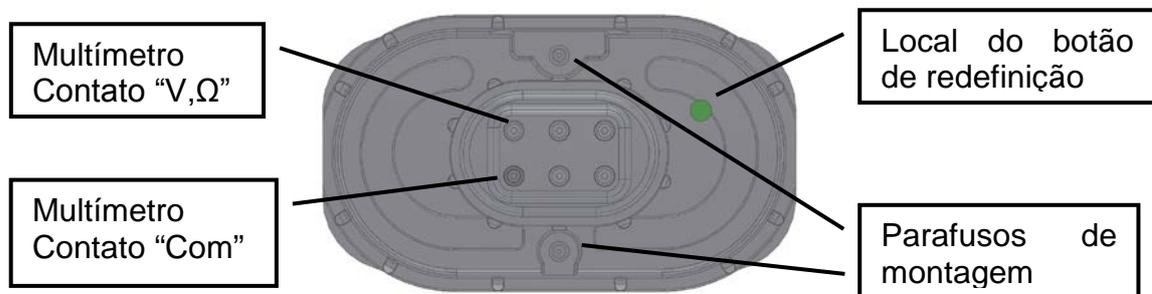

Figura 5-2: Vista inferior do conjunto da bateria. Conexão correta do multímetro.
- Afrouxe os dois parafusos de montagem do conjunto da bateria (Torx T10), consulte Figura 5-2. Observe que a força da mola é alta, portanto, segure firmemente o conjunto ao desaparafusar.
- Pressione o botão do conjunto, consulte Figura 5-2 (o botão está localizado atrás de um furo no conjunto e pode ser acessado com a ponta de uma caneta). Isso indicará ao detector de gás que há baterias novas e redefinirá o contador de carga. Observe que somente detectores de gás com firmware 3.0 ou posterior reconhecerão a operação desse botão. Entre em contato com a GasSecure se o detector em questão contiver uma versão mais antiga do firmware ou se você não tiver certeza sobre o firmware dele.
Meça a tensão do conjunto da bateria conectando um multímetro aos terminais, como mostrado em Figura 5-2. A tensão nominal é +7,2 V. Tensões abaixo de +7,0 e acima de +7,8 V não são permitidas. Verifique a direção correta das células da bateria, conforme Figura 5-3, se a tensão medida estiver fora do intervalo permitido.